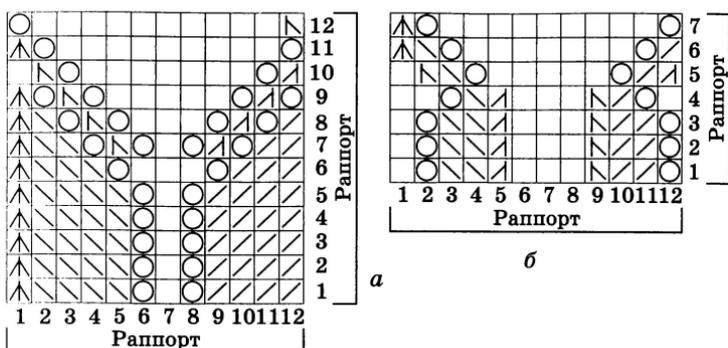

Рис. 91. Схемы узоров для вязания меланжевого пуловера: а – схема ажурного узора (схема 1); б – схема «зубцов» (схема 2)
*Ажурный узор:* вязать на плотности 4 по схеме 1 (рис. 91 а), на которой указаны только нечетные ряды, четные ряды вязать по рисунку.
*«Зубцы»:* вязать на плотности 3 по схеме 2 (рис. 91 б), на которой указаны только нечетные ряды, четные ряды вязать по рисунку; раппорт узора — 12 петель на 24 ряда.